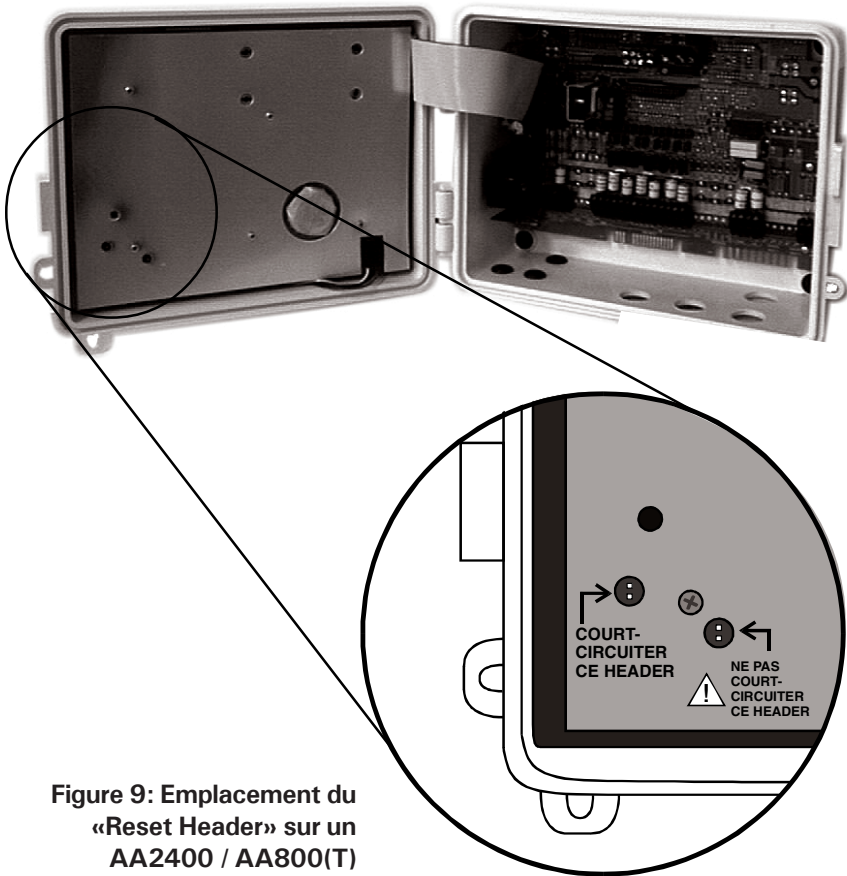

Figure 9: Emplacement du «Reset Header» sur un AA2400 / AA800(T)
5. Réinitialiser l'Agri-Alerte 2400 ou l'Agri-Alerte 800(T) en court-circuitant le *Reset Header* (figure 9) situé à l'intérieur du couvercle du contrôleur. Pour effectuer le court-circuit, toucher les deux tiges métalliques à l'aide d'un tournevis. Cette opération doit être effectuée moins d'une minute après avoir appuyé sur la touche «1» du programmeur UP-ALERT sinon le programmeur UP-ALERT affiche une erreur.
IL EST TRÈS IMPORTANT DE COURT-CIRCUITER LE BON "RESET HEADER", CELUI SITUÉ À L'EXTRÊME GAUCHE SUR L'ILLUSTRATION CI-DESSOUS (FIGURE 9). **NE JAMAIS** COURT-CIRCUITER L'AUTRE "HEADER".
2. Sur le programmeur UP-ALERT, appuyer sur le bouton "Sélectionner" afin de sélectionner le contrôleur Agri-Alerte 2400 ou Agri-Alerte 800 (T) (témoin lumineux A = AA800(T), B = AA2400).
5. Réinitialiser l'Agri-Alerte 2400 ou l'Agri-Alerte 800(T) en court-circuitant le *Reset Header* (figure 9) situé à l'intérieur du couvercle du contrôleur. Pour effectuer le court-circuit, toucher les deux tiges métalliques à l'aide d'un tournevis. Cette opération doit être effectuée moins d'une minute après avoir appuyé sur la touche «**2**» du programmeur UP-ALERT sinon le programmeur UP-ALERT affiche une erreur.
- b. Appuyer sur «**1**» pour sélectionner le menu «**TOUT**». L'Agri-Alerte 2400 ou 800(T) commence alors à